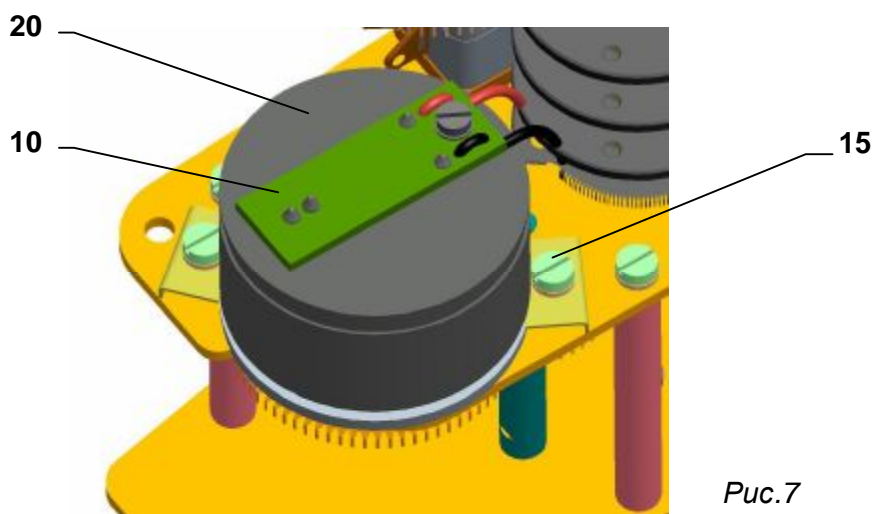

Рис.7
4.5 Установка емкостного датчика) СРТ1/А (рис.7)
4.7 Местное электрическое управление (Рис.7)